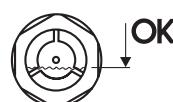

Fig. 5:
- Vul het oliereservoir langzaam met de spuit. Het duurt 5 tot 10 minuten, voordat de olie in beide oliekamers hetzelfde niveau heeft bereikt. De hoeveelheid olie is correct, wanneer het oliopeil zich in het onderste derde van het kijkglas bevindt (fig. 5). De vereiste hoeveelheid is afhankelijk van de inbouwpositie. Richtwaarden, zie tabel 3 en 4.